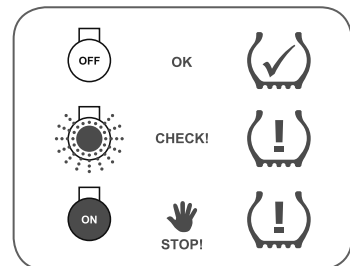

Fig. 14 - Funzioni della spia di controllo
2. Applicare l'etichetta adesiva come da *vd.* ► Fig. 14 accanto alla spia di controllo.